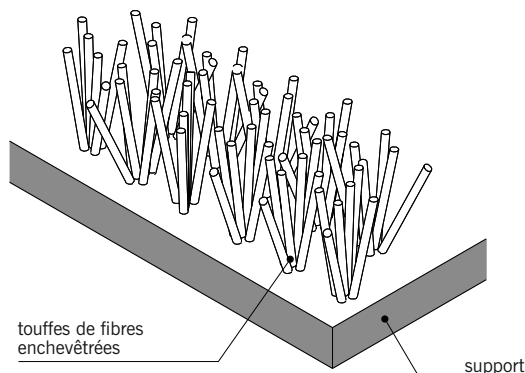

fig. 10.19
- La **moquette aiguilletée** constituée de touffes de fibres insérées mécaniquement dans un support (fig. 10.19).